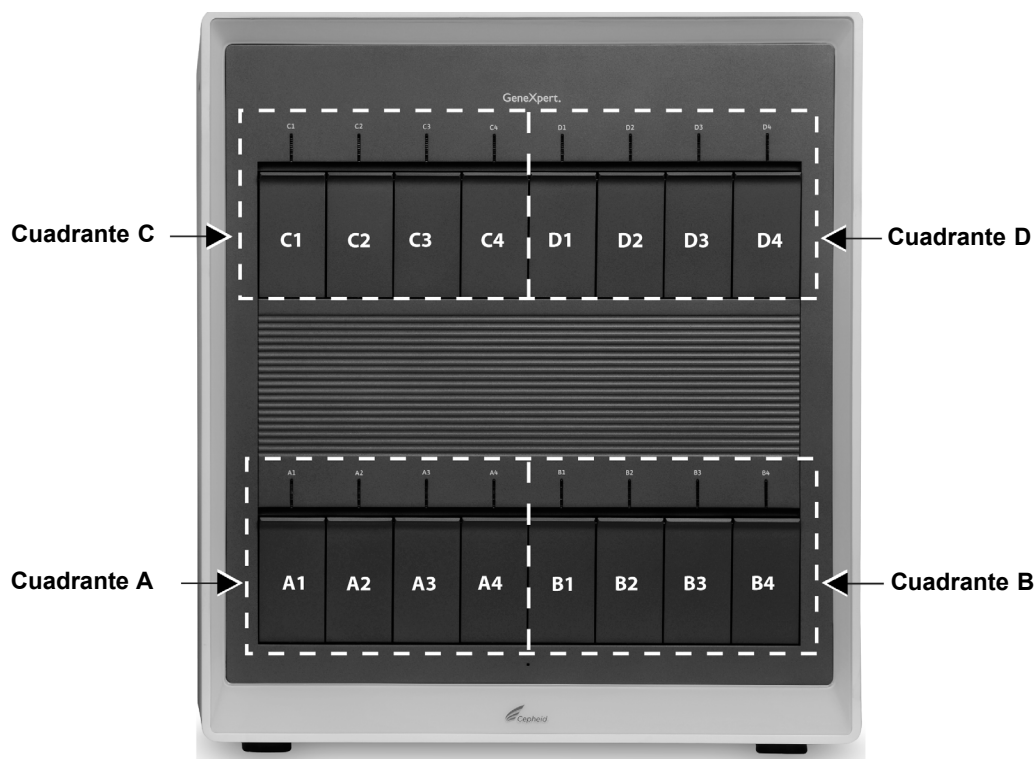
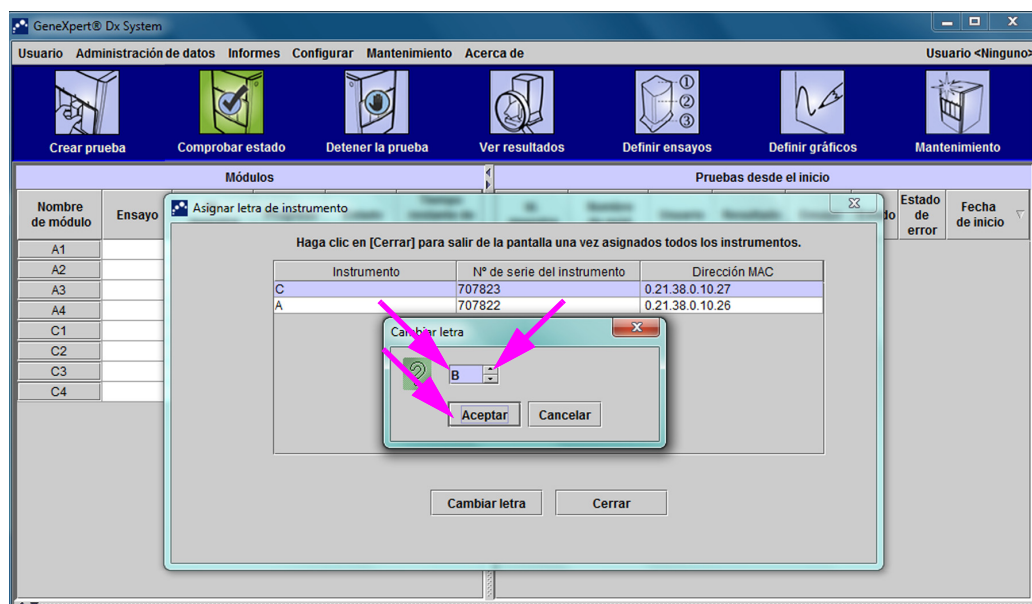

Figura 2-62. Letras asignadas a cuadrantes (se muestra el GX-XVI)
Figura 2-68. Ventana GeneXpert Dx System con el cuadro de diálogo superpuesto Cambiar letra
El software del GeneXpert Dx asigna automáticamente una letra (A, B, C o D) para identificar cada cuadrante del instrumento GeneXpert GX-XVI conectado al ordenador. La figura 2-62 muestra cómo ve el sistema cada cuadrante del GX-XVI.
- Aparece el cuadro de diálogo Cambiar letra, tal como se ilustra en la figura 2-68. Seleccione la letra que se asignará al módulo o módulos con las teclas de flecha arriba y abajo del cuadro de diálogo Cambiar letra. Seleccione la letra que corresponda al cuadrante definido por los cuatro módulos parpadeantes. Por ejemplo, si parpadea el grupo de módulos de la parte inferior derecha (cuadrante B en la figura 2-62), seleccione **B** como la nueva letra.
- Después de cambiar la letra de asignación, haga clic en **Aceptar**. Consulte la figura 2-68.